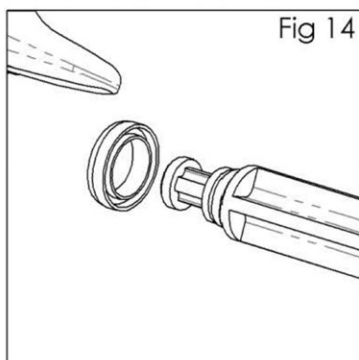

Fig 14
12. Installez le nouveau siège de soupape (19) sur l'outil d'entretien (44). La rainure doit être orientée vers l'extérieur. (Voir fig. 14).